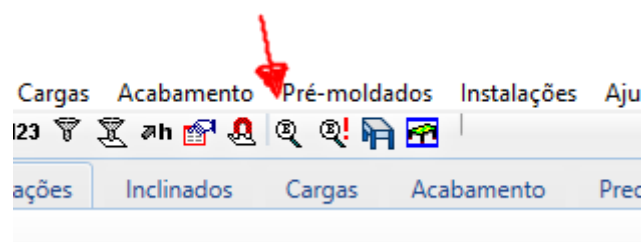

Figura 20 – Consistência de planta
-Após a visualização da estrutura em 3D, clique em “Consistência da planta” (Figura 20). Esse comando acusa erros comuns de lançamento da estrutura. Caso ele alerte algum erro, procure solucionar.